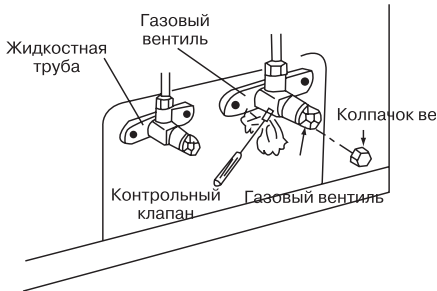

Рис. 9
9. Полностью откройте жидкостный и газовый вентилях (см. рис. 9).